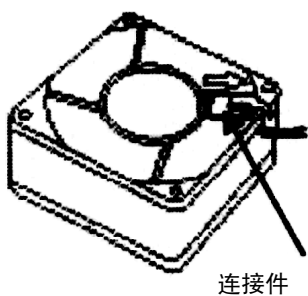

图 10-3 连接件位置(小容量的场合)
- 步骤 2 取下风扇接插件。（图 10-3 ~ 10-5 所示，由于机型不同，接插件位置也稍有不同）